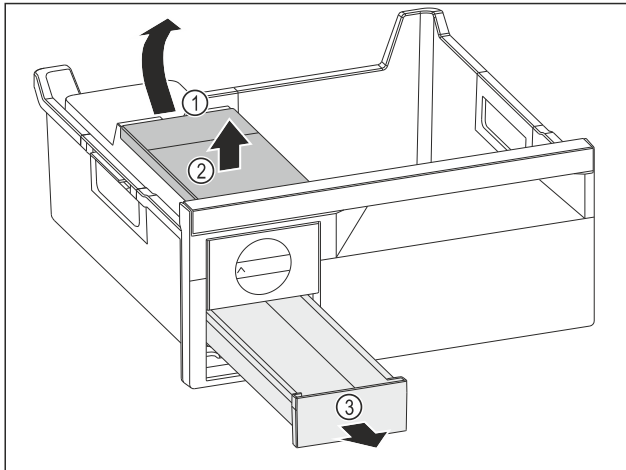

Fig. 81
- ▶ Retirer le réservoir d'eau : Soulever le réservoir d'eau hors de l'évidement Fig. 81 (1).
- ▶ Retirer le réservoir d'eau Fig. 81 (2) vers le haut.
- ▶ Retirer le compartiment à glaçons Fig. 81 (3) vers l'avant.